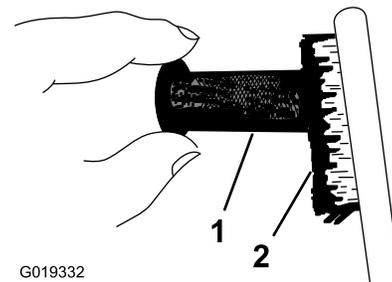

Figura 29
3. Utilice un cepillo para eliminar con cuidado los depósitos de hollín de la rejilla del parachispas (Figura 29).